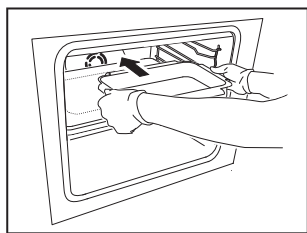

Fig. 4
1. Posez le récipient de cuisson sur la plaque à induction (Fig. 4) avec les deux mains.